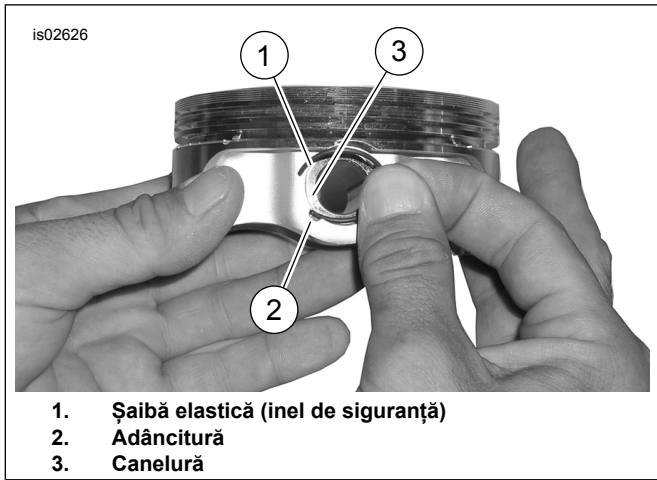

Figura 3. Șaibă elastică și piston
1. Consultați Figura 3 . Introduceți capătul deschis al șaiabei elastice (1) în creștătura (2) de pe canelura (3) din jurul pinului pistonului, astfel ca decalajul să fie la poziția dreaptă în sus sau dreaptă în jos atunci când este montată.